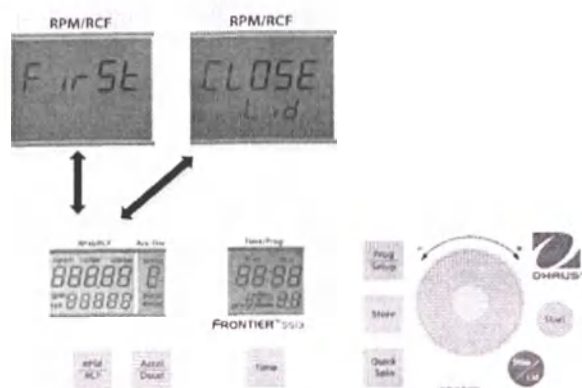
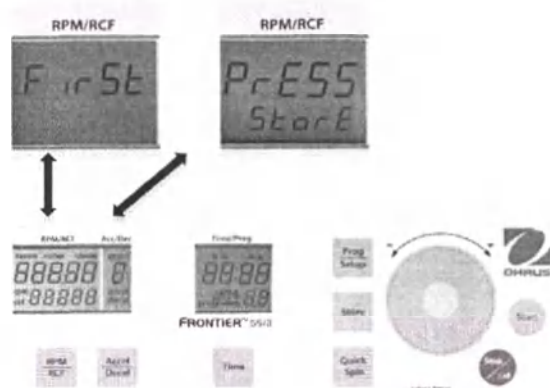

Рис. 21
Рис. 22
Закройте крышку центрифуги. Установите все параметры центрифугирования, как было описано выше. Если крышка не закрыта, при попытке сохранения программы в поле **RPM/RCF** (A-1) будут поочередно отображаться сообщения **First** и **CLOSE Lid** (см. рис. 21). При попытке запустить процесс центрифугирования без сохранения программы в поле **RPM/RCF** (A-1) будут поочередно отображаться сообщения **First** и **PrESS StoreE** (см. рис. 22).
Для того чтобы сохранить программу в памяти, нажмите кнопку **Store** (2) (см. рис. 21 и 22) и удерживайте ее приблизительно 1 с. После успешного сохранения программы в поле **RPM/RCF** (A-1) появится сообщение **StoreE**. Одновременно погаснет слово **programm** (M10).